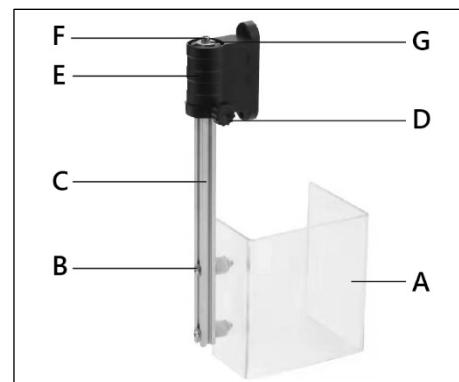

Рисунок 9.
Прикрепите защитный экран (A) (рис. 9) к направляющей (C) с помощью двух винтов, шайб и гаек (B). Вставьте направляющую в специальный кронштейн (E). Затем установите ограничительную шайбу (G) с помощью винта (F). Настройте высоту установки защиты можно с помощью винта (D).